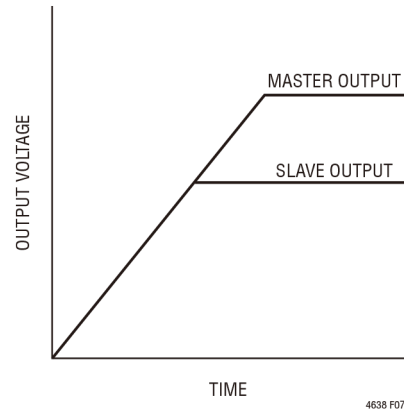

图 7. 输出重合跟踪波形
重合输出跟踪可以认为是特殊的比率输出跟踪,即主稳压器的输出压摆率 (MR) 与从稳压器的输出压摆率 (SR) 相同,波形如图 7 所示。